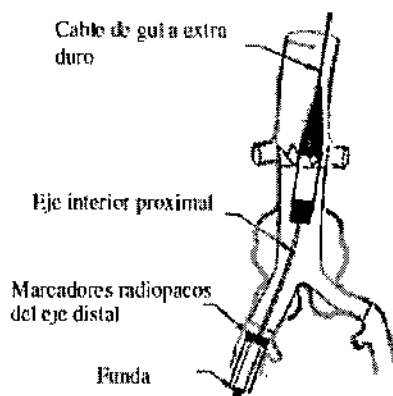

Figura 15 Soltar la bifurcación homolateral
14) Soltar completamente la bifurcación homolateral de la endoprótesis. Mantener el eje interior distal y ponerlo en posición. Tirar para afuera el accesorio de conexión del eje a la posición limite. En este momento, la bifurcación del mismo lado ha sido soltado al vaso sanguíneo. (Figura 15)